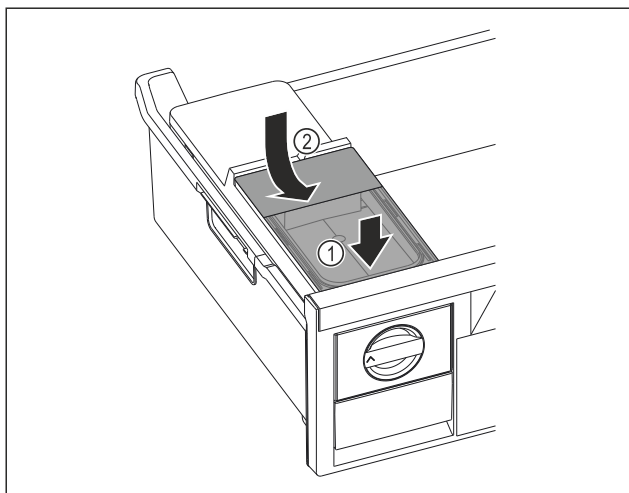

Fig. 73
- Sett fast fronten på vannbeholderen. Fig. 73 (1)
- Senk vannbeholderens bakdel. Fig. 73 (2)